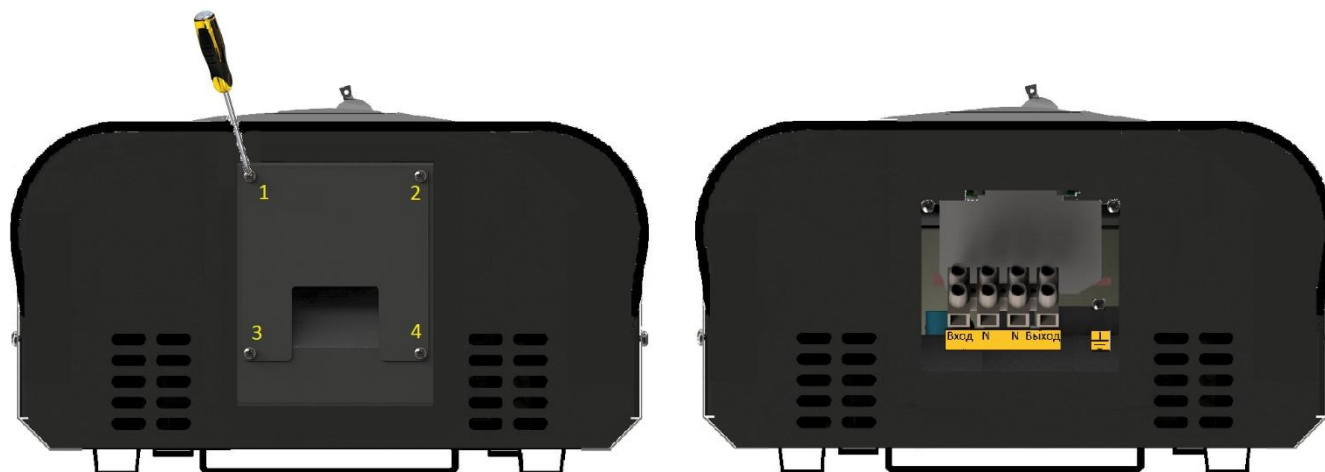

Рисунок 9. Схема снятия защитной крышки снизу корпуса стабилизатора
2. При помощи отвертки открутить 4 винта защитной крышки с нижней части стабилизатора для доступа к клеммной колодке (см. рисунок 9).